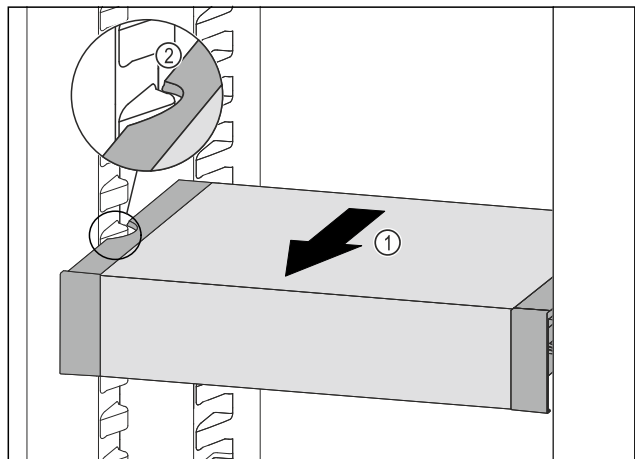

Fig. 131
- ▶ Vedä VarioSafe-laatikkoa eteenpäin Fig. 131 (1), kunnes VarioSafen sivuilla olevat lovet ovat jääkaappiosassa olevien kannattimien tasolla. Fig. 131 (2)